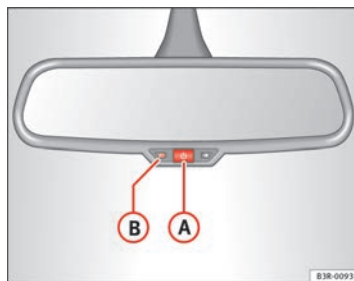

Abb. 103 Abblendbarer Innenspiegel: Kontrollleuchte und Ein-/Ausschalt-Taste
- Drücken Sie die Taste **(A)** \Rightarrow Abb. 103. Die Kontrollleuchte **(B)** erlischt.
- Drücken Sie die Taste **(A)** \Rightarrow Abb. 103. Die Kontrollleuchte **(B)** leuchtet.